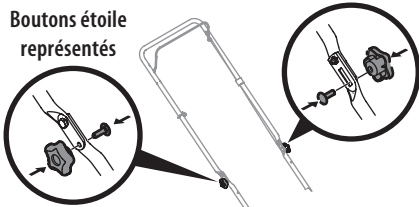

Figure 5
7. Remplacez les boutons étoile ou les écrous papillon et les boulons de carrosserie retirés à l'étape 2 dans les trous de la partie inférieure du guidon. Voir Figure 5.